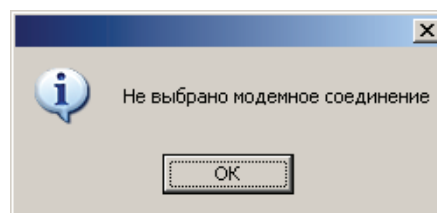

Рисунок 4.14
*Примечание: Если модемное соединение не выбрано, то появится всплывающее окно с сообщением (см. рисунок 4.14).*